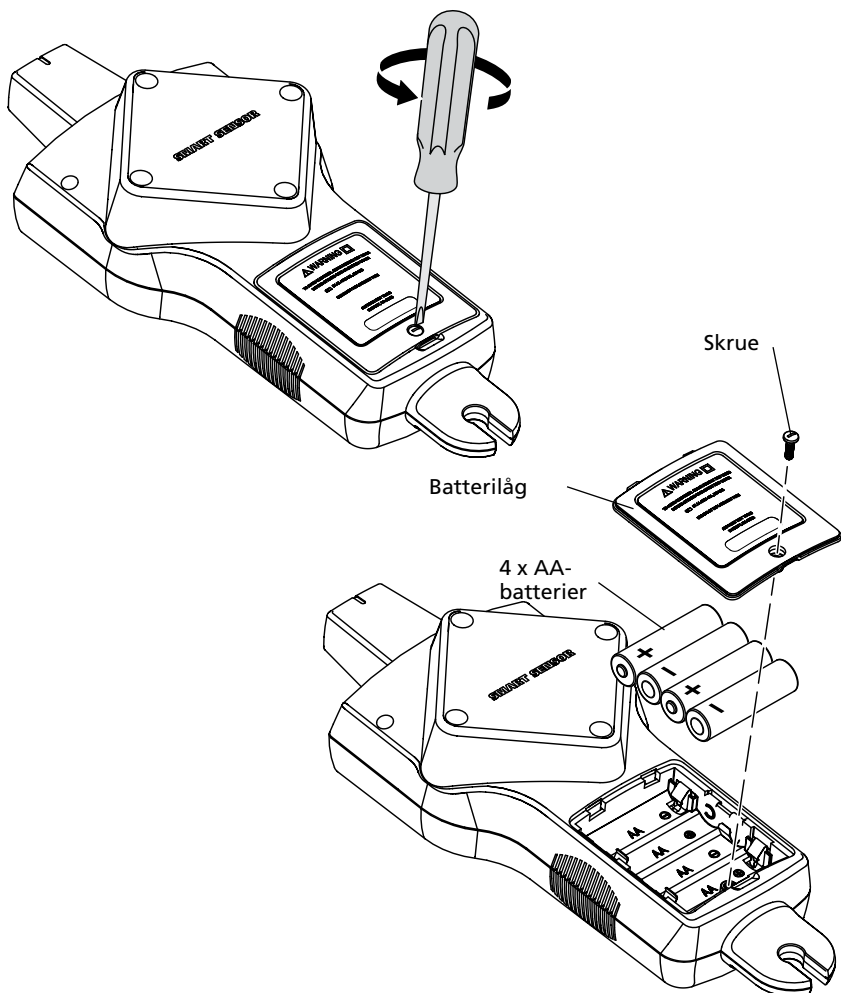

Fig. 5.1b: Sådan skifter du modtagerens batterier
3. Tag batteridækslet af (Fig. 5.1b).